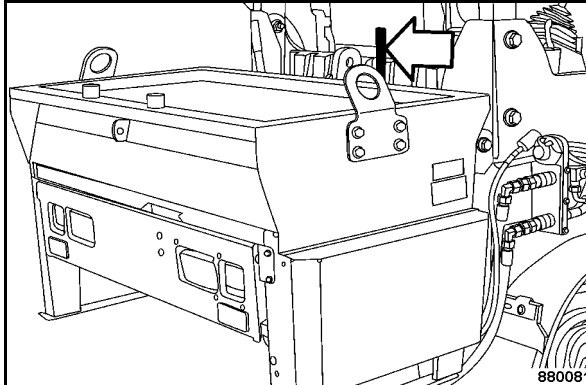

Fig. 101
- Actionner le levier (Fig. 101) vers la gauche ou la droite pour déplacer l'épandeur sur la position désirée.